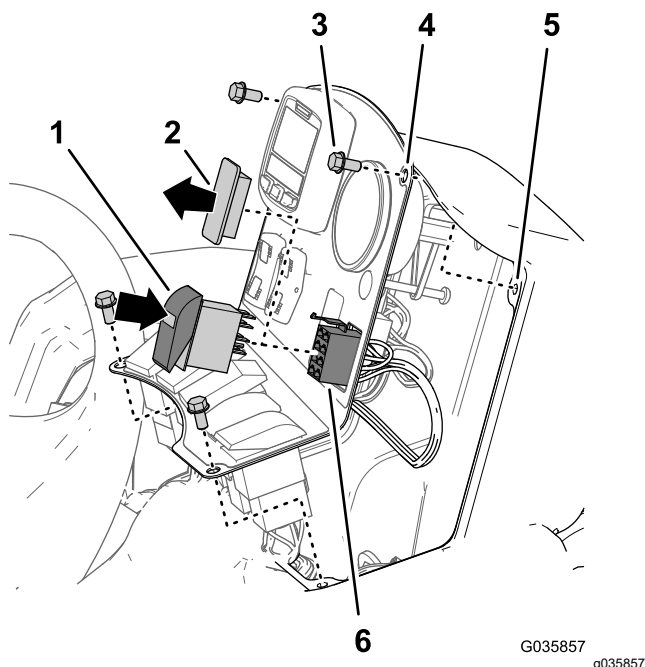

Figura 35
1. Dacă sunt montate, scoatei cele 4 uruburi cu guler ($\frac{1}{4} \times \frac{1}{2}$ ") care fixează panoul de comandă la consolă, aa cum se arată în Figura 35.
2. Îndepărtați capacul comutatorului de pe panoul de comandă al consolei (Figura 35).
3. Aliniați conectorul cu 8 orificii al cablului setului de finisare a braului ultra sonic prin deschiderea din panoul de comandă (Figura 35).
4. Conectați conectorul cu 8 orificii al cablului setului de finisare a braului ultra sonic cu etichetă SONIC MODE MANUAL VS. AUTO (MOD SONIC MANUAL VS. AUTOMAT) la comutatorul culbutor (Figura 35).
5. Introduceți comutatorul culbutor în deschiderea panoului de comandă până când comutatorul se fixează bine (Figura 35).
6. Aliniați orificiile din panoul de comandă cu orificiile de la partea superioară a consolei (Figura 35).
7. Fixați panoul pe consolă cu uruburile (Figura 35) pe care le-ați îndepărtat la pasul 1.